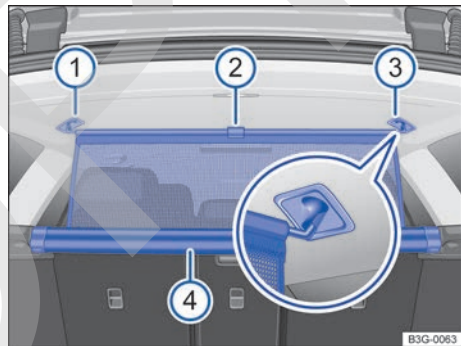

Fig. 126 En el maletero: enganchar la red de separación.
- Tire hacia arriba de la lengüeta → fig. 126  para sacar la red de separación de la carcasa → fig. 126 .
- Enganche la red en el lado derecho → fig. 126  (imagen ampliada).
- Enganche la red en el alojamiento del lado izquierdo → fig. 126  comprimiendo la barra.
La red de separación está correctamente montada cuando los extremos en forma de T están enganchados fijamente en los alojamientos correspondientes → fig. 126  y .
- Desenganche la barra de los alojamientos → fig. 126  y .
- Enrolle la red en la carcasa → fig. 126  guiándola hacia abajo del todo con la mano.